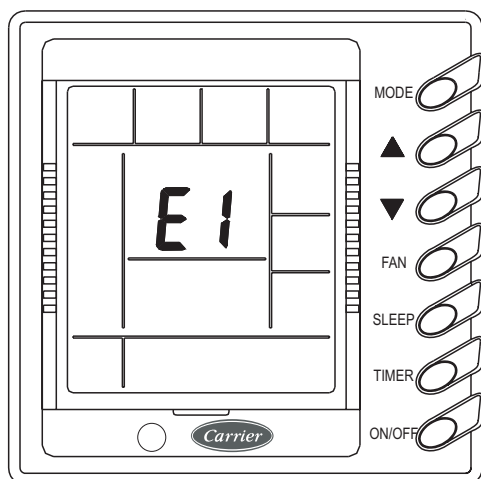

Fig. 6-VIII
7. Despliegue de Fallas (Fig.6-VIII)
normalmente se despliega la temperatura ambiental. En la Fig. 6-VIII se ejemplifica una condición de falla en donde el compresor ha sido forzado a detenerse a raíz de una alta presión en su interior.